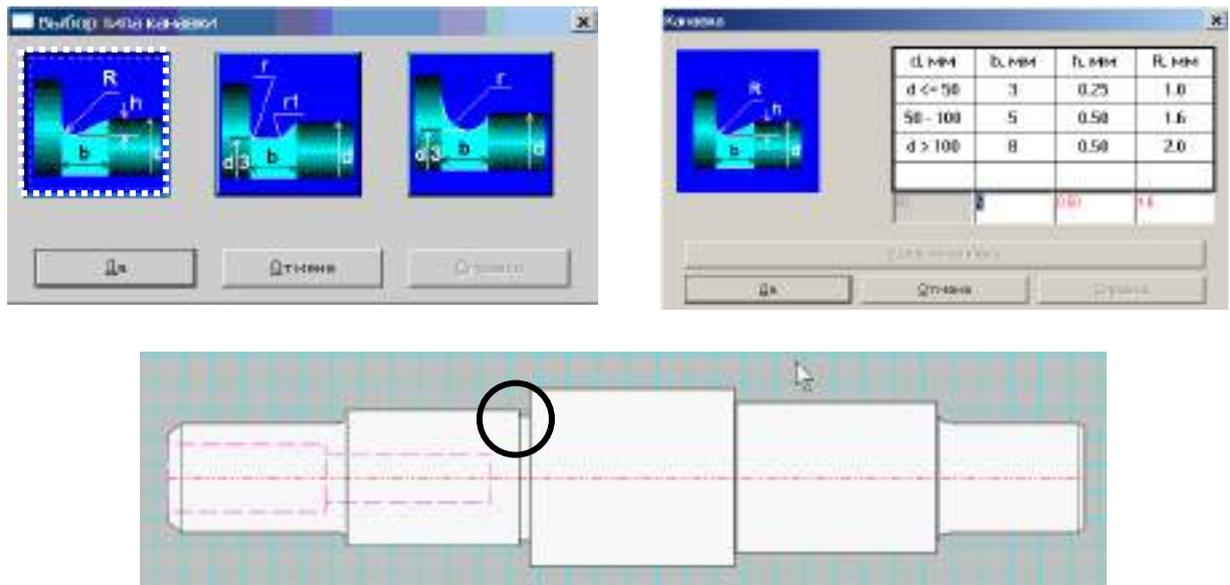

Рисунок 2.54
**Задание 5.** Задайте канавку между второй и третьей секциями (рисунок 2.54).